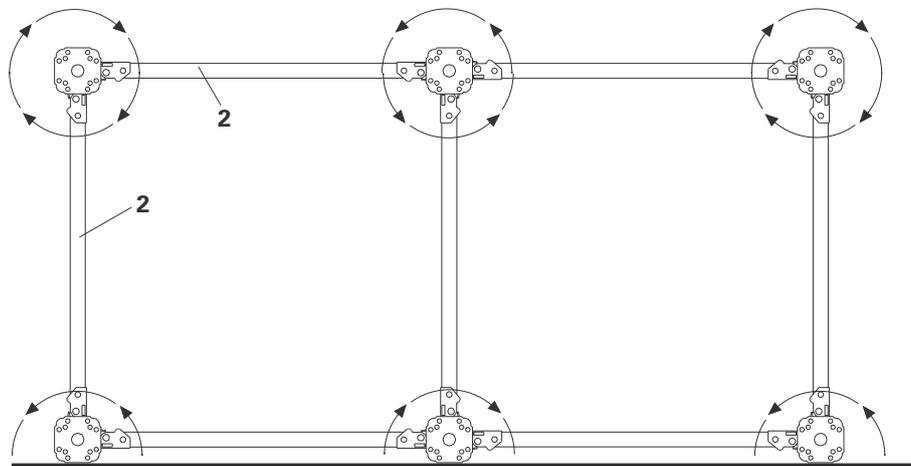

Fig. 32
- Rammene MRK (2) må konsekvent monteres på den gule delen slik at gjengespindelene kan beveges. (Fig. 32)